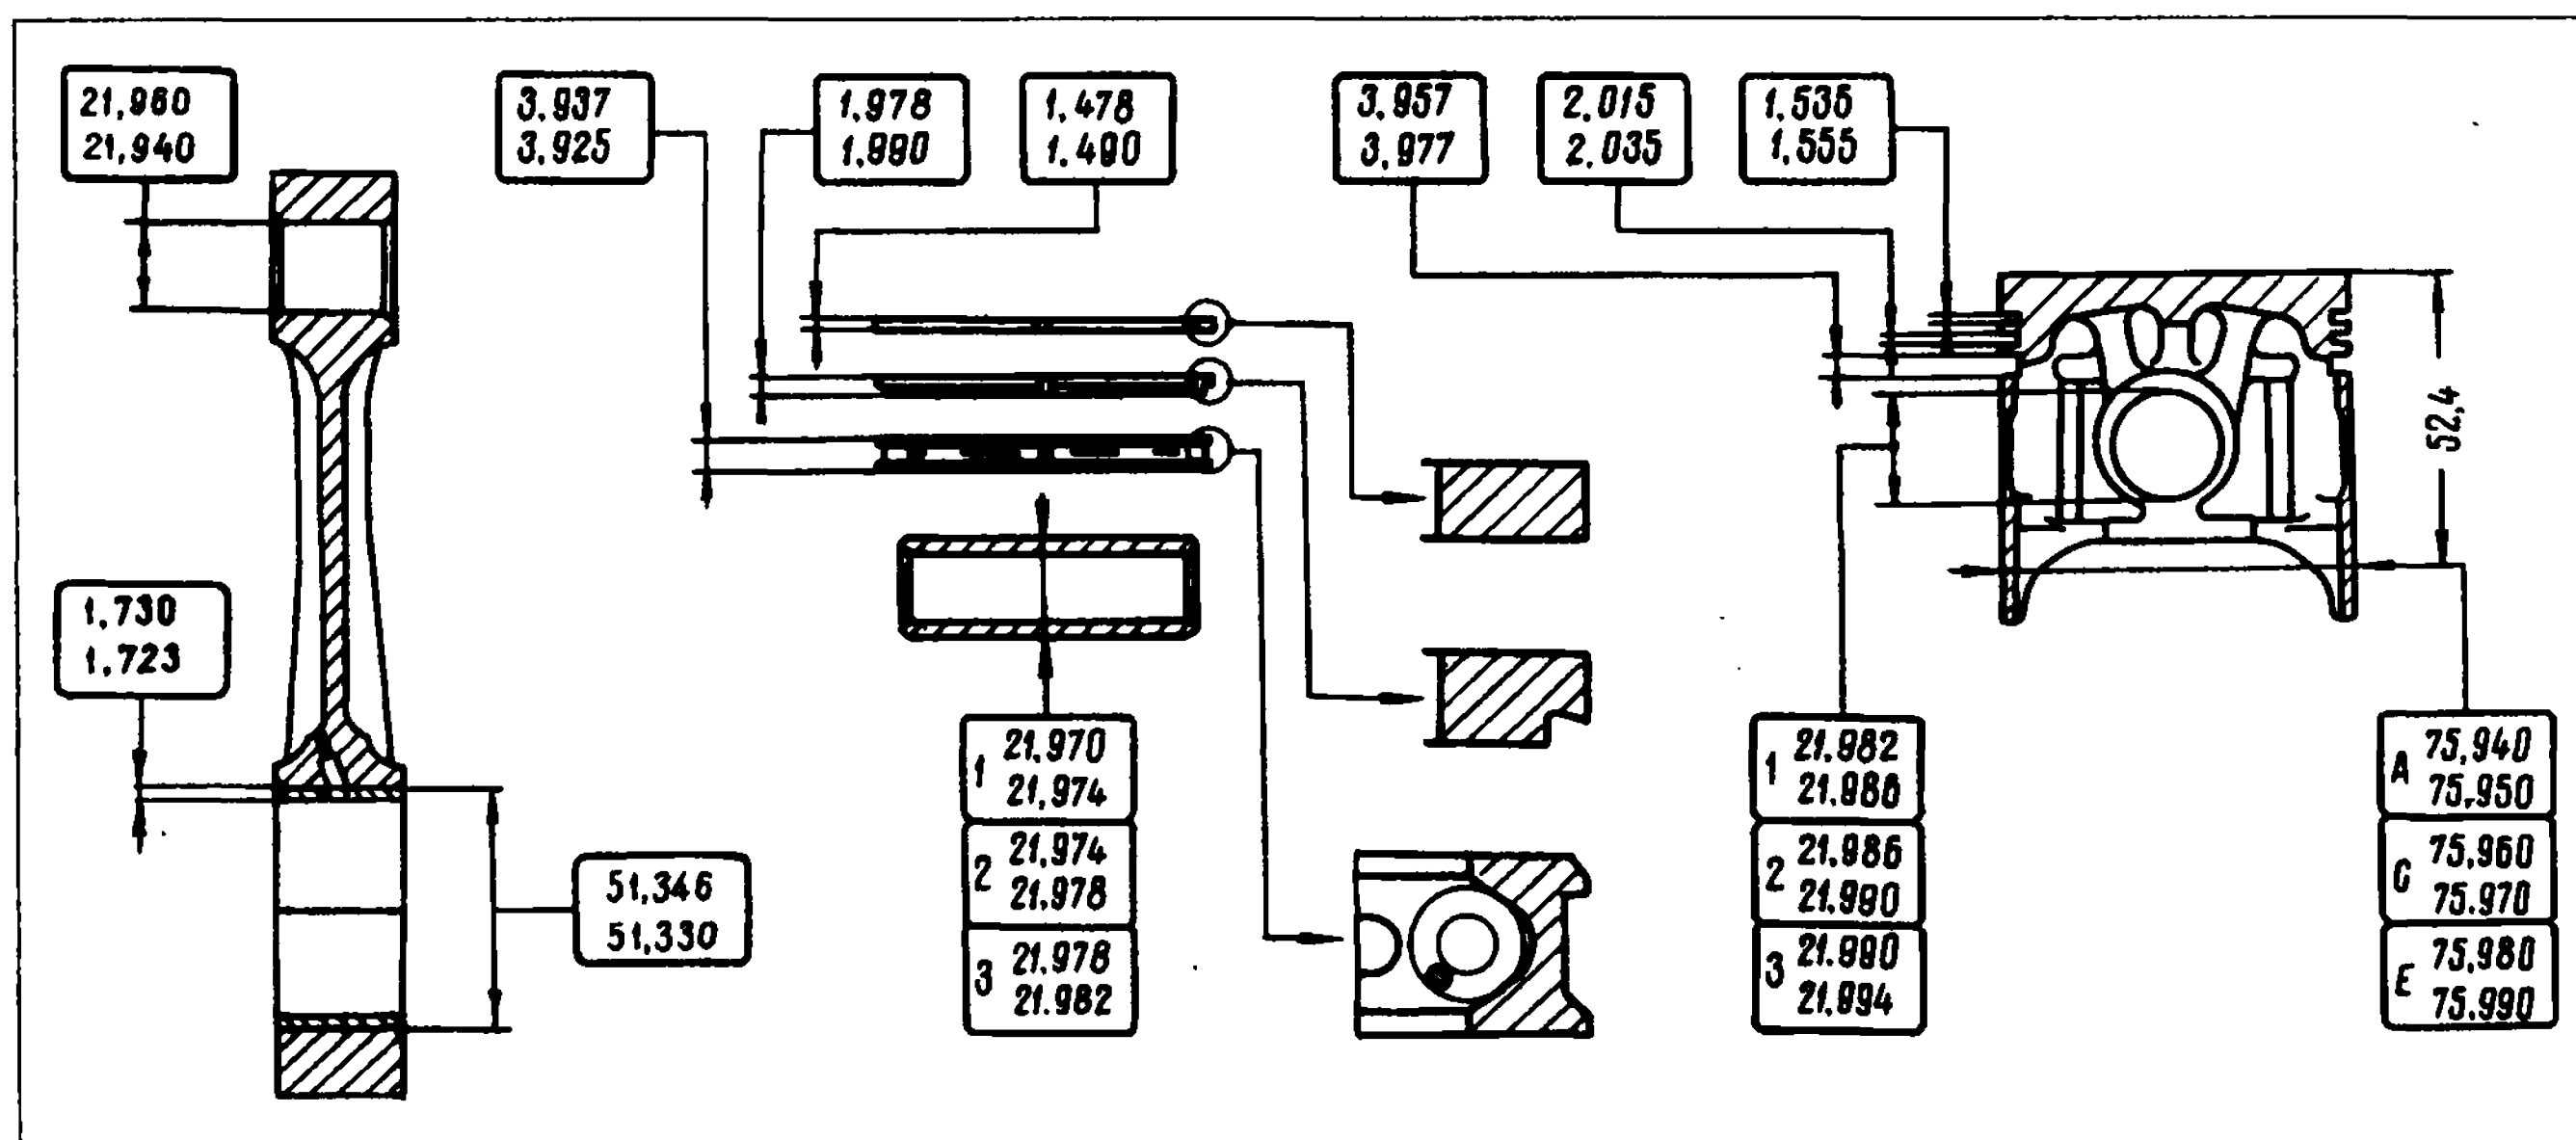

Рис. 2-25. Основные размеры поршня, шатуна, поршневого пальца и поршневых колец
Основные размеры шатунно-поршневой группы даны на рис. 2-25.
**Примечание.** Диаметр поршня измеряется в плоскости, перпендикулярной поршневому пальцу, на расстоянии 52,4 мм от днища поршня (см. рис. 2-25).
Нижнее компрессионное кольцо устанавливайте выточкой вниз (см. рис. 2-25). Если на кольце нанесена метка «Верх» или «ТОР», то кольцо устанавливайте меткой вверх (к днищу поршня). Перед установкой маслосъемного кольца проверьте, чтобы стык пружинного расширителя располагался со стороны, противоположной замку кольца. Если у маслосъемного кольца фаски на наружной поверхности несимметричны (такие кольца применялись до 1988 г., см. рис. 2-25), то такое кольцо надо устанавливать фасками вверх.